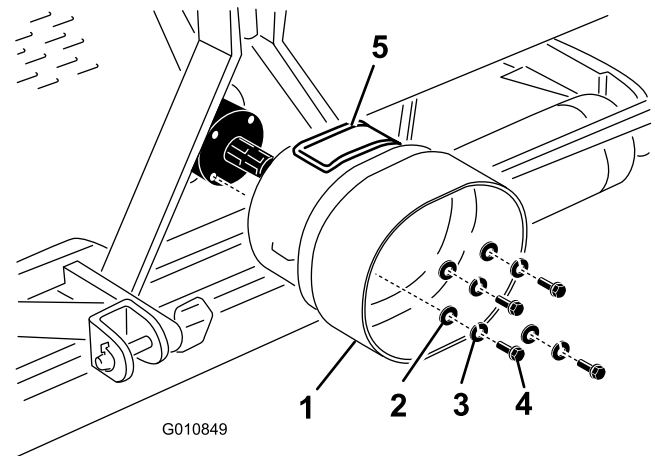

Bild 18
- Entfernen Sie die vier Schrauben, Sicherungsscheiben und Flachscheiben, die hinten am Aerifizierergetriebe befestigt sind (Bild 18).
- Befestigen Sie das Zapfwellenschutzblech mit den vorher entfernten Befestigungen am Aerifizierergetriebe (Bild 18). Achten Sie bei der Montage des Zapfwellenschutzbleches darauf, dass die Abdeckung (Bild 18) nach oben oder zur Seite positioniert ist, abhängig von der Konfiguration des Aerifiziererrahmens.
Hinweis: Sie können die Abdeckung (Bild 18) öffnen, um die Zapfwellenbefestigungen leichter zu entfernen und zu montieren.